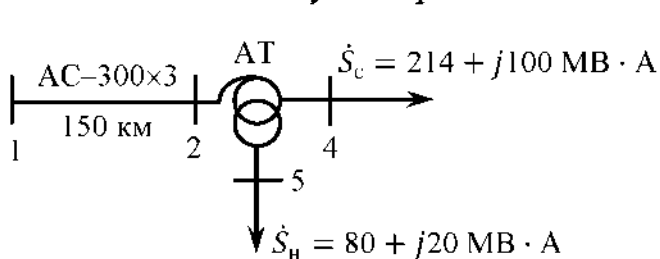
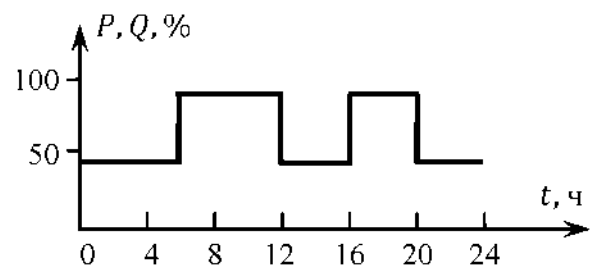

Рис. 2.1. Схема сети
Рис. 2.2. График нагрузки
**Задача 2.** Определить потери мощности и годовые потери электроэнергии для сети, представленной на рис. 2.1, нагрузки, показанные на схеме, соответствуют максимальному режиму. График нагрузки приведен на рис. 2.2. Напряжение в питающем узле 1 равно 525 кВ.